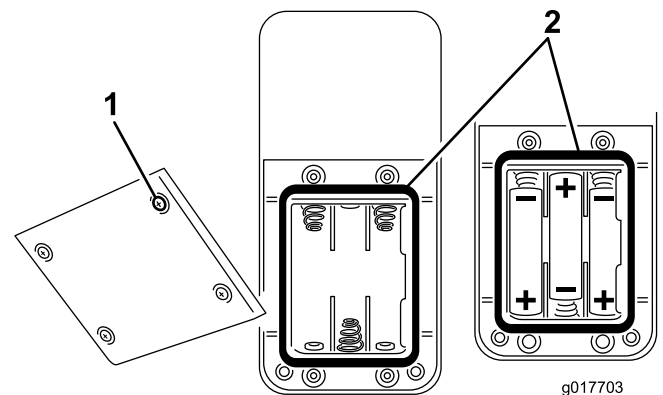

Bild 14
2. Legen Sie drei neue AAA-Batterien ein, wenn Sie Batterien in ein leeres Batteriefach einsetzen. Achten Sie auf die Ausrichtung der Batterien, wie in Bild 14 dargestellt.
3. Wenn Sie alte Batterien auswechseln, entfernen Sie die alten Batterien und legen drei neue AAA-Batterien ein. Achten Sie auf die Ausrichtung der Batterien, wie in Bild 14 dargestellt.